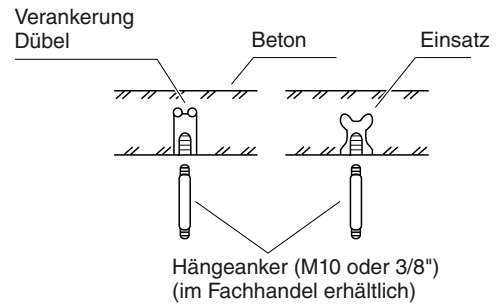

Abb. 3-136
- Die Hängeanker einsetzen, wie in Abb. 3-136 gezeigt
- (2) Die Hängeanker hineindrehen, wobei diese aus der Decke herausragen müssen, wie in Abb. 3-136 gezeigt. (Nötigenfalls muss die Deckenverkleidung modifiziert werden.)